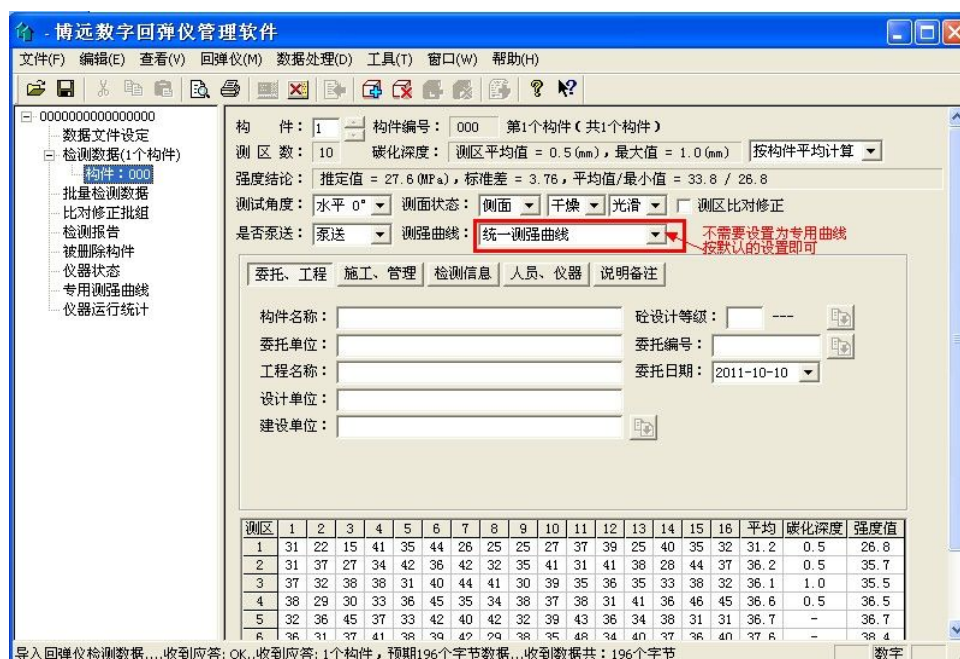

图 1-10
- ◆ **注意:** 泵送混凝土检测时, 在回弹仪主机端使用的测强曲线是专用曲线, 但是导入数据后, 在管理软件上, 系统会自动按照泵送混凝土曲线来计算, 因此不需要特别设置测强曲线为专用曲线(如图 1-10)。